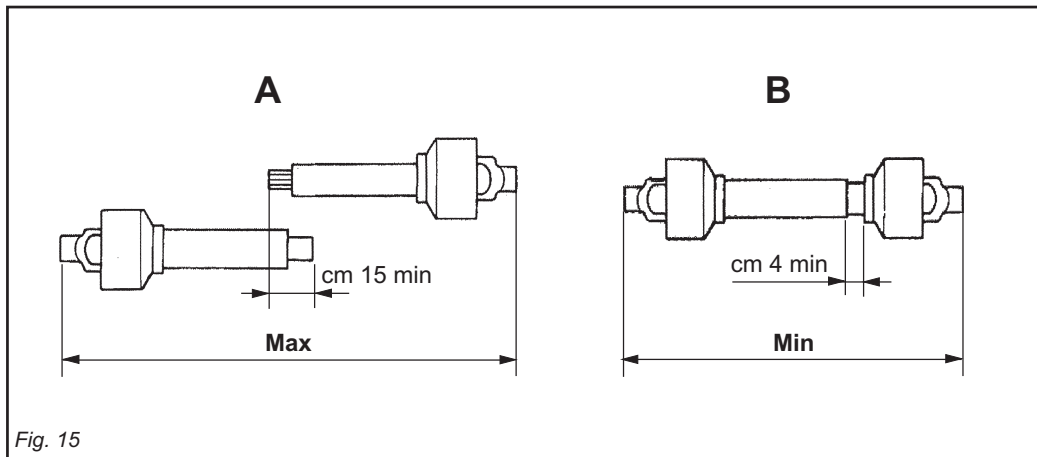

Fig. 15
- La copertura (C Fig. 14) dei tubi scorrevoli deve essere di 15 cm minimo (Fig. 15).
- The sliding tubes (C Fig. 14) must overlap by at least 15 cm (Fig. 15).
- La couverture (C Fig. 14) des tubes coulissants doit être au minimum de 15 mm (Fig. 15).
- Die Überdeckung (C Abb. 14) der Gleitrohre muss mindestens 15 cm ausmachen (Abb. 15).
- La cobertura (C Fig. 14) de los tubos corredizos debe ser como mínimo de 15 cm (Fig. 15).
Quando l'albero cardanico è sfilato al massimo, i due tubi devono sovrapporsi per almeno 15 cm. Quando esso è inserito al massimo, il gioco minimo consentito deve essere di 4 cm. (Fig. 15).
*When fully inserted, the minimum play must be 4 cm. (Fig. 15).*
Quand l'arbre à cardans est déboîté au maximum, les deux tubes doivent se superposer d'au moins 15 cm. Quand il est entièrement rentré, le jeu minimum admissible doit être de 4 cm. (Fig. 15).
*Wenn die Gelenkwelle so weit wie möglich auseinandergezogen ist, müssen die beiden Teile sich noch um wenigstens 15 cm überlappen. Wenn die beiden Teile ganz zusammengeschoben sind, muß das kleinstmögliche Spiel 4 cm ausmachen (Abb.15).*
Cuando el árbol cardánico está extraído al máximo, los dos tubos deben sobreponerse por lo menos 15 cm. Cuando está inserido al máximo, el juego mínimo permitido debe ser de 4 cm. (Fig. 15).